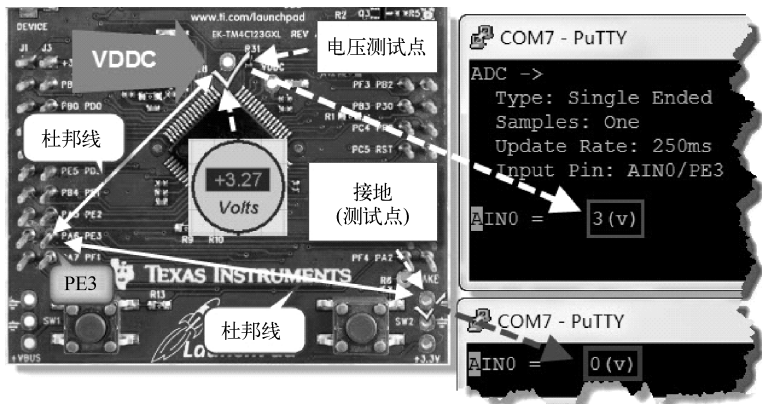

图 4-15 单端 - 单输入信号的 ADC 转换结果（AIN0 = 3V or 0v）
② 将编译生成的 .out 文件下载到 LaunchPad 板中，单击  运行按钮，其测试结果如图 4-15 所示。
从图 4-15 中可以看到，万用表实测的 $VDDC = 3.27\text{ V}$ ，而 ADC 转换得到数字电压，通过换算后得到的电压值 $= 3\text{ V}$ ，存在误差。下面将进一步验证该误差是由显示控制台程序的显示格式（%d）所致，还是由 ADC 转换的精度不够所造成？